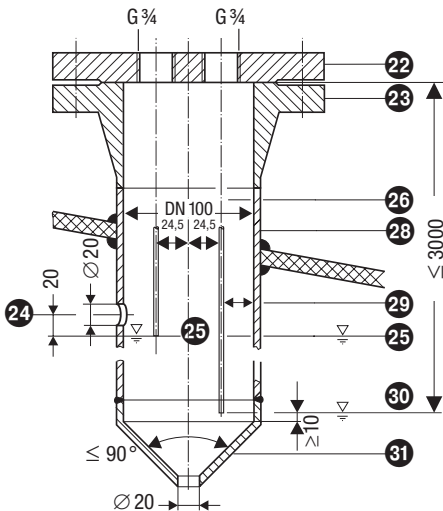

Fig. 18 Schutzrohr (bauseitig) bei Einsatz als innenliegender Wasserstandbegrenzer kombiniert mit Wasserstandsregelung oder Hochwasserstandsicherung
- Eine Niveauelektrode NRG 1...-50 kann mit einer GESTRA-Niveauelektrode, einem Niveauschalter oder -transmitter für die Wasserstandregelung und Hochwasserstand-sicherung in ein gemeinsames Schutzrohr bzw. Messgefäß (Innendurchmesser 100 mm) eingebaut werden. **Fig. 18.** Dabei muss bei innenliegendem Einbau die NRG 1...-50 von der oberen Ausgleichsbohrung mindestens 40 mm entfernt sein.